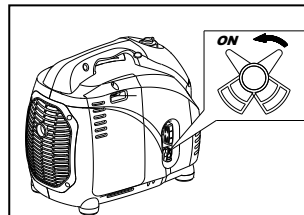

Fig.16
2. Colocar la llave de paso del carburante en la posición "ON" (Fig.16).